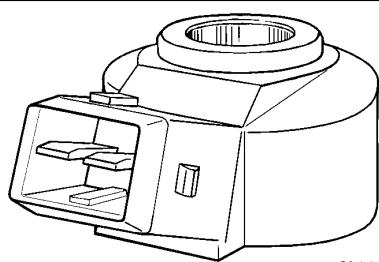
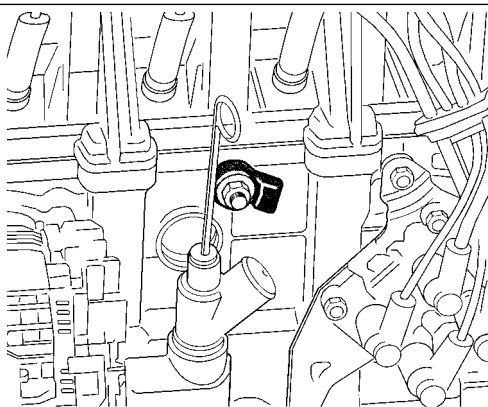

Abb. 1.1-10. Klopfsensor
Abb. 1.1-11. Lage des Klopfsensors
Der Klopfsensor (KS) (Abb. 1.1-10) ist am Zylinderblock (Abb. 1.1-11) eingebaut. Im Klopfsensor wird ein piezokeramischer Fühler verwendet, der das Wechsellspannungssignal generiert. Die Amplitude und Frequenz des Signals entsprechen den Schwingungsparametern des Motors.